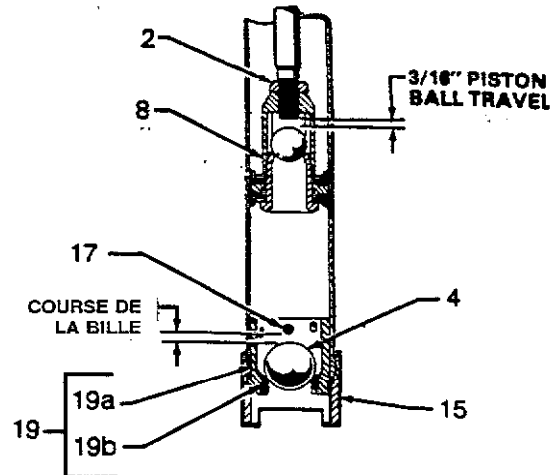

Fig 5
**Pour modifier la course de la bille de piston,** desserrer l'écrou de blocage (2). Tourner le corps de piston (8) en sens anti-horaire pour augmenter la course, et en sens horaire pour la réduire. Pour les produits à viscosité moyenne, la course de la bille doit être de 5 mm. Voir Fig. 5. La réduction de la course de la bille réduit les à-coups à l'inversion, mais une réduction trop importante de la course de la bille restreint le débit et ralentit la pompe.
**Pour modifier la course de la bille de clapet de pied,** introduire la goupille d'arrêt de bille (24) dans le jeu de trous supérieur ou inférieur. Utiliser les trous du milieu pour les produits à viscosité moyenne.